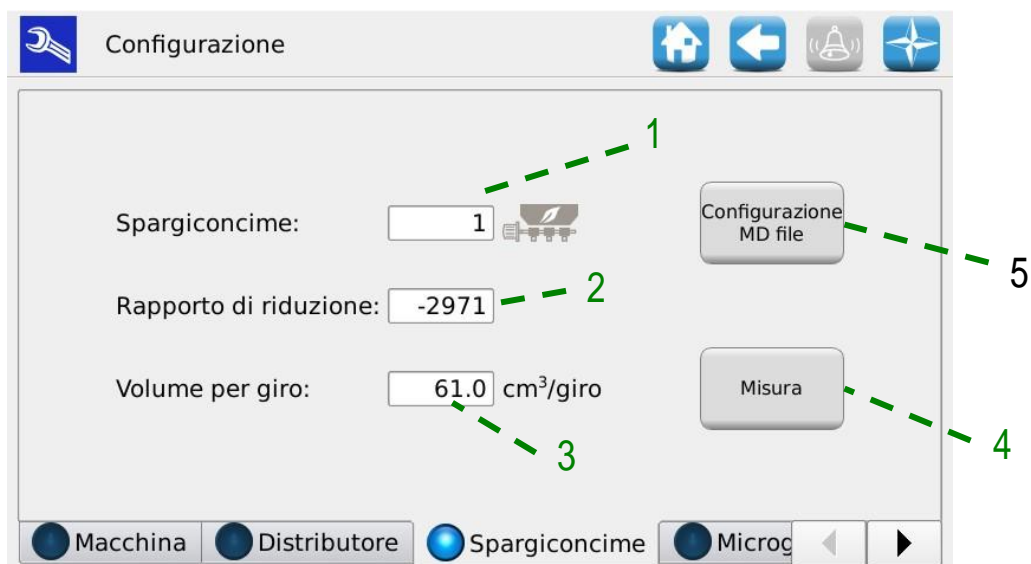

Figura 3-11 Parametri configurazioni Spargiconcime
2. Premere il pulsante "Configurazione MD file" (indicato con 5 in Figura 3-11).
Premere il pulsante "Misura" (indicato con 4 in Figura 3-11) nella pagina di configurazione del fertilizzante e del microgranulatore per avviare la procedura guidata per calcolare sperimentalmente la quantità di prodotto che deve essere rilasciato dalla tramoggia attraverso la coclea.